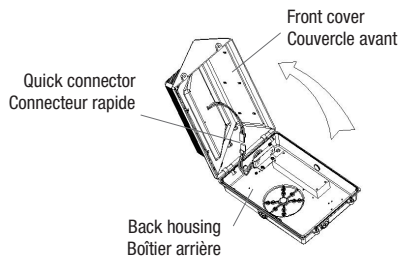

Fig. 2A
2. Open the luminaire, disconnect the quick connector and remove the front cover (Fig. 2A).
2. Ouvrir le luminaire, déconnecter le connecteur rapide et enlever le couvercle avant (Fig. 2A).